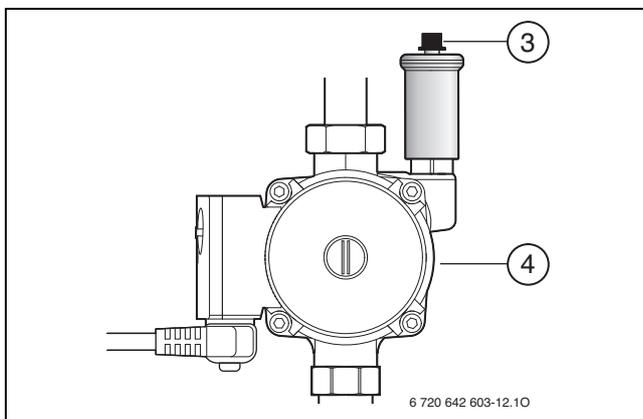

Fig. 22 Abrir a tampa no purgador automático
- ▶ Purgar novamente a instalação no purgador automático na bomba solar de alta eficiência (→ fig. 22, [3], página 17).